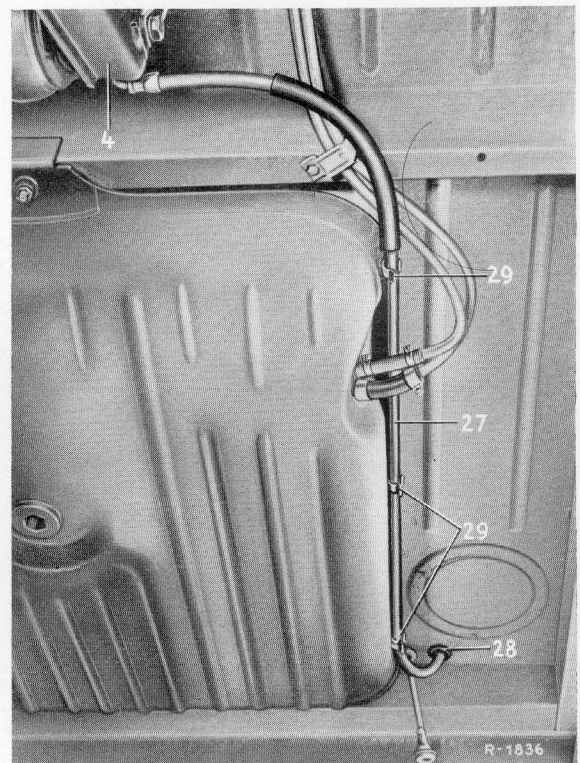

Bild 32-1/4
13. Bei Personenwagen Füllschlauch mit den Teilen Pos. 29 bis 31 am Kraftstoffbehälter und am Heckmittelstück befestigen (Bild 32-1/3 und 4).
Bei Kombi- und Krankenwagen entfällt die Befestigung am Heckmittelstück, dafür ist der Füllschlauch (27) am Rohr des Tank-einfüllstutzens mit einem Schlauchband mit Schloß zu befestigen (Bild 32-1/5).